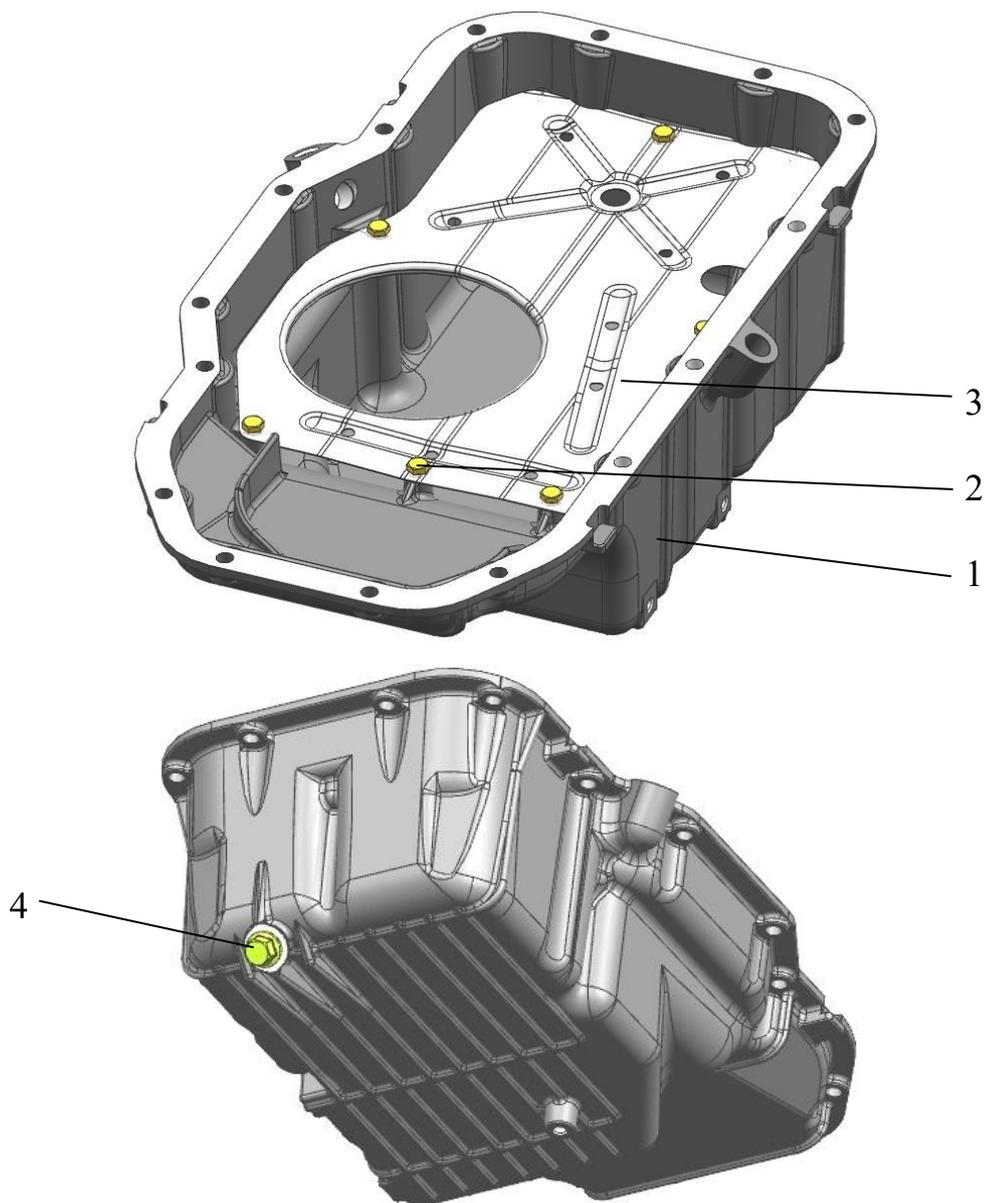

Рис.33. Масляный картер:
От верхнего подшипника валика привода масляного насоса масло через поперечные сверления и внутреннюю полость валика подается для смазки нижнего подшипника валика и опорной поверхности ведомой шестерни 7 (рис.33) привода. Шестерни привода масляного насоса смазываются струей масла, разбрызгиваемой через отверстие в центральной масляной магистрали.
**Масляный картер** (рис.33) – отлит из алюминиевого сплава, крепится через прокладку снизу к блоку цилиндров болтами. Внутри масляного картера закреплен болтами изготовленный штамповкой из стального листа маслоуспокоитель 3. Отверстие слива масла масляного картера закрыто резьбовой пробкой 4 с уплотнительной алюминиевой шайбой.